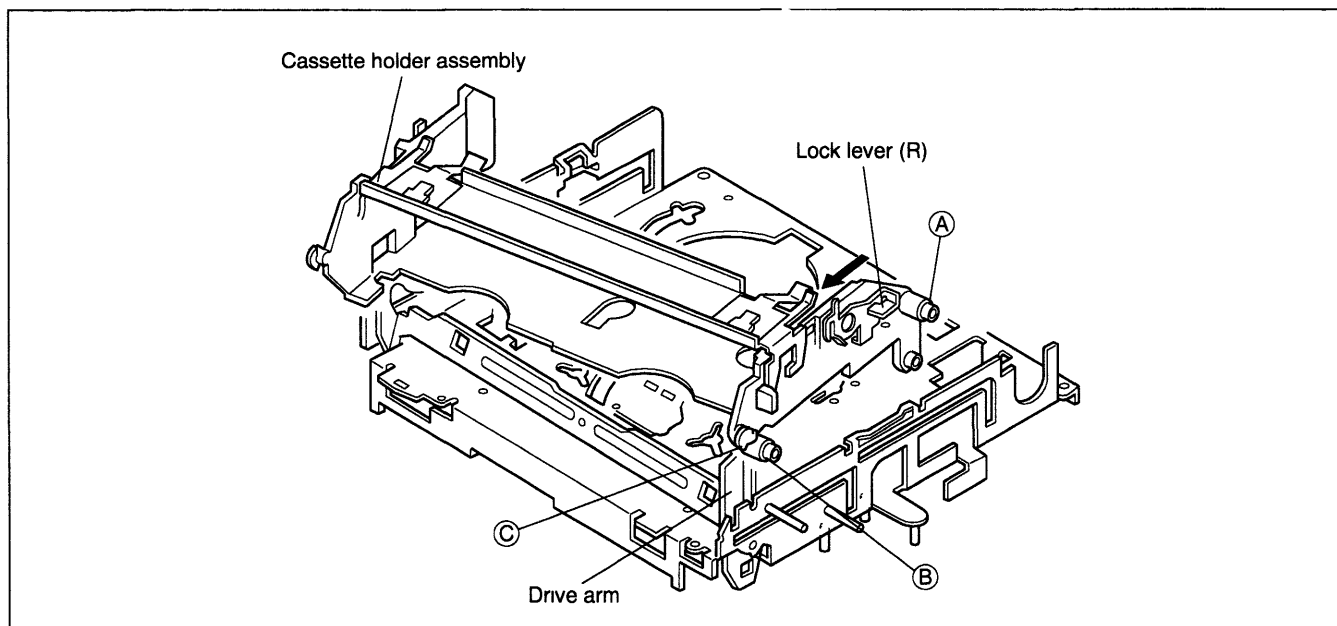

Fig. 2-2-7
- (1) Segure o braço de comando (drive arm) para cima e encaixe o pino © no trilho do lado direito do conjunto do compartimento cassete (Veja Fig 2-2-7)
- (2) Enquanto mantém a alavanca R do conjunto compartimento cassete pressionada na direção frontal, coloque os pinos ④ e ⑤ no trilho (Veja Fig 2-2-7)